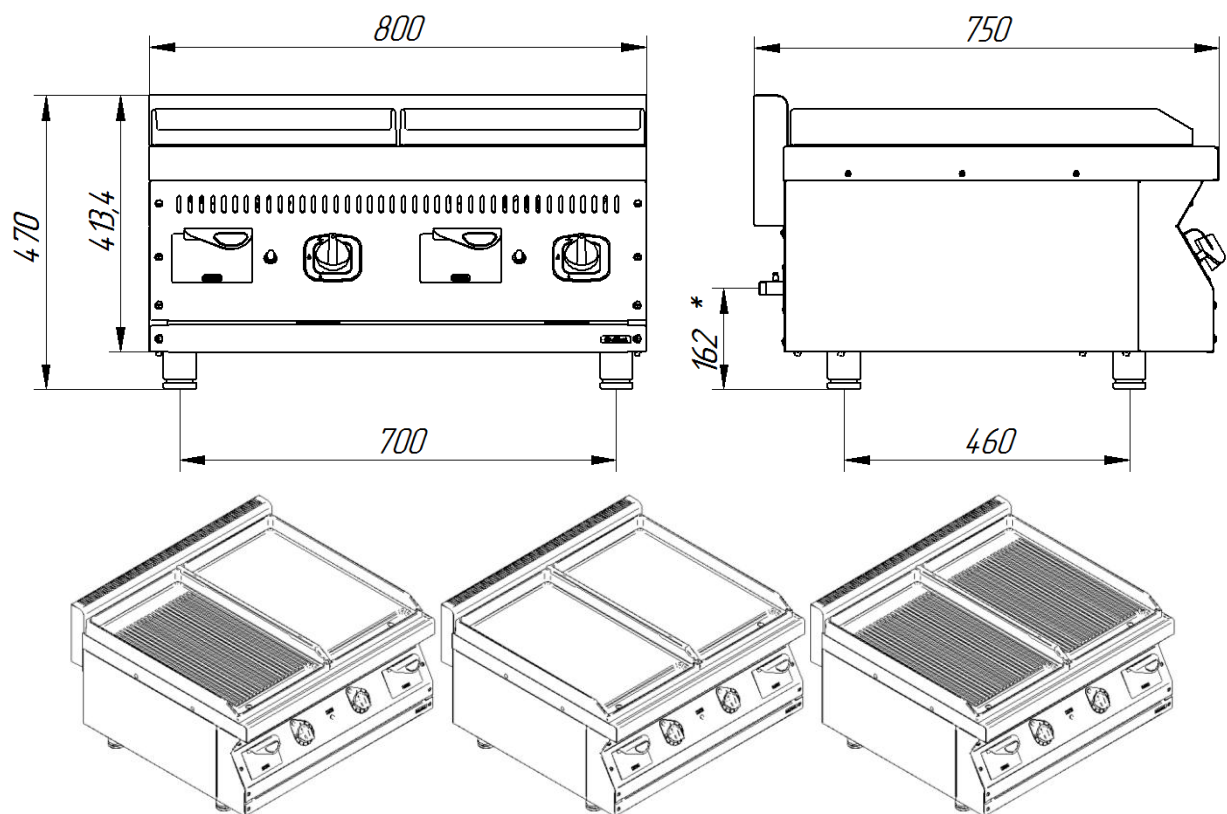
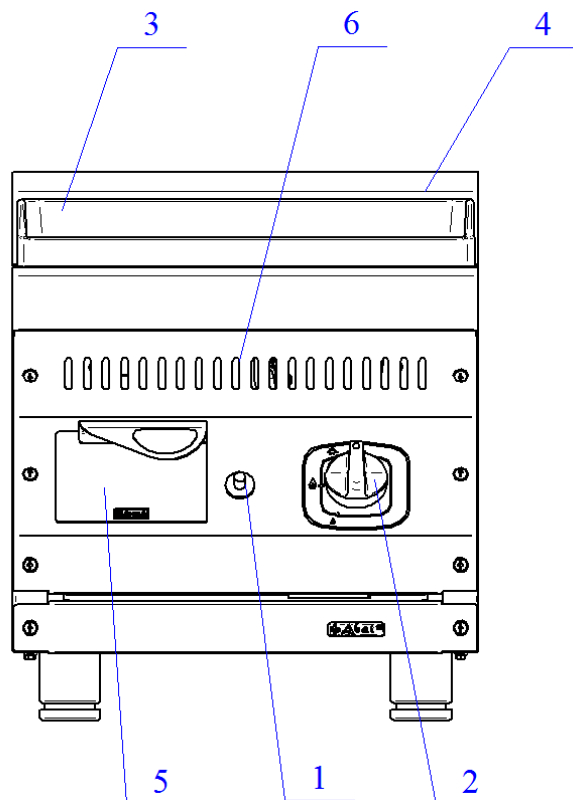

Рис. 2 - Общий вид ГАКО-80/2Н-Ч -00, ГАКО-80/2Н-Ч -01, ГАКО-80/2Н-Ч -02,
Рис. 1. Аппарат газовый
4.1. Устройство аппарата газового показано на рис.1.
Нажмите на ручку крана горелки и поверните ее против часовой стрелки, установив символ искры зажигания ★ напротив метки на панели управления (рис. 2а). Нажав до упора, одновременно произведите поджог газа при помощи пьезорозжига. Удерживайте ручку крана в течение не менее 15 секунд, после чего отпустите. После проведения вышеуказанных операций необходимо проконтролировать наличие горения газа, для чего необходимо посмотреть в смотровое окно 6 (рис.1), в котором можно наблюдать наличие пламени. Пламя должно быть устойчивым. Если пламя не горит, повторите операцию.
Для включения основной горелки поверните ручку от позиции символа искры зажигания против часовой стрелки к символу большого огня (рис. 2б). Для уменьшения пламени до минимума поверните ручку против часовой стрелки до символа малого огня (рис. 2в). Чтобы выключить основную горелку поверните ручку по часовой стрелке к позиции символа искры зажигания (рис. 2а). После этого будет гореть только запальная горелка (пилот).
Для полного выключения горелки поверните ручку по часовой стрелке до позиции «Выключено» (рис. 2г).
Рис.2а
Рис.2б
Рис.2в
Рис.2г